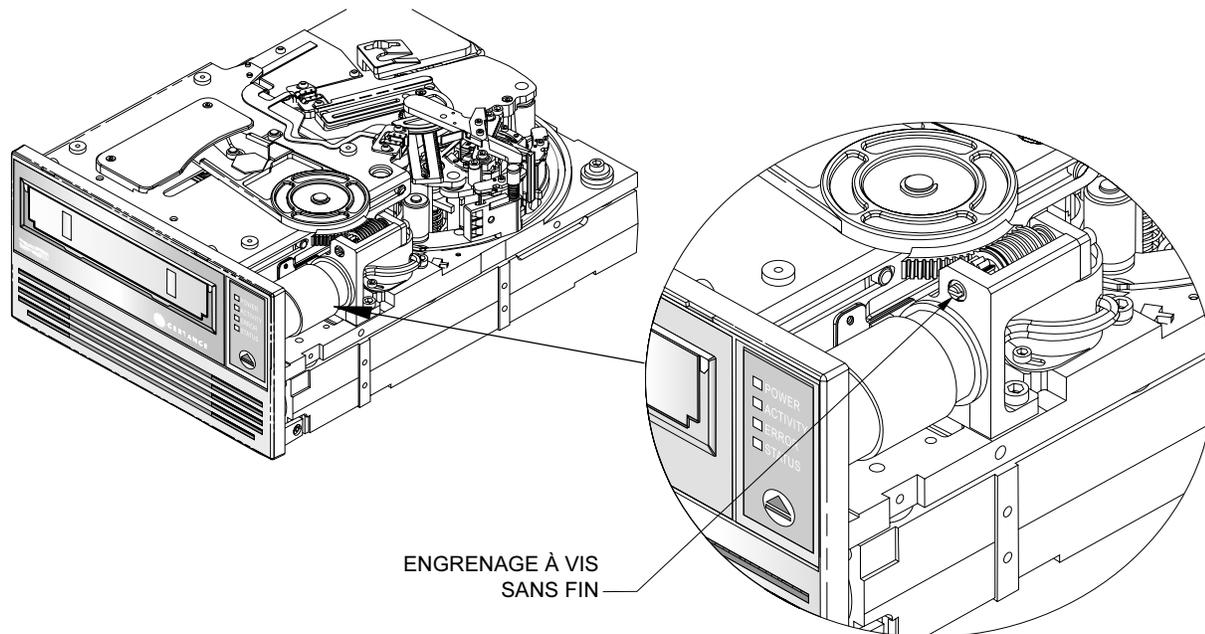

Figure 27. Engrenage à vis sans fin des lecteurs LTO-1 et LTO-2
- 13.** Utilisez un tournevis à bout plat pour tourner l'engrenage à vis sans fin dans le sens inverse des aiguilles d'une montre (vers la gauche). La figure 27, page 87 illustre l'emplacement de l'engrenage à vis sans fin. Au fur et à mesure, le chariot de la cartouche montera et la cartouche glissera en partie hors du lecteur.